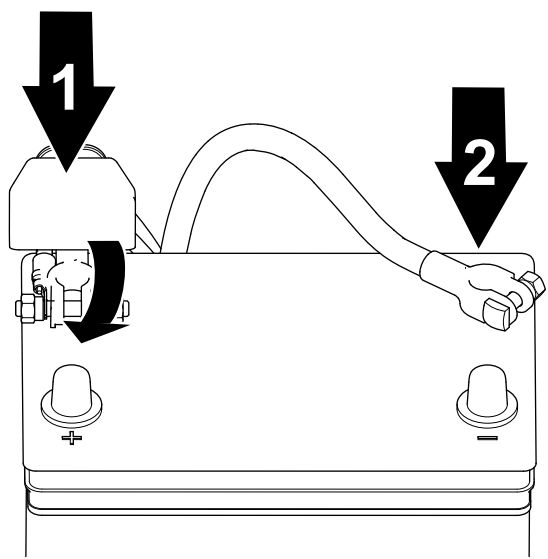

図 39
2. プラス+ケーブルをバッテリーに接続し、クランプナットで接続する 図 39。
3. マイナス-ケーブルをバッテリーに接続し、クランプナットで接続する 図 39。